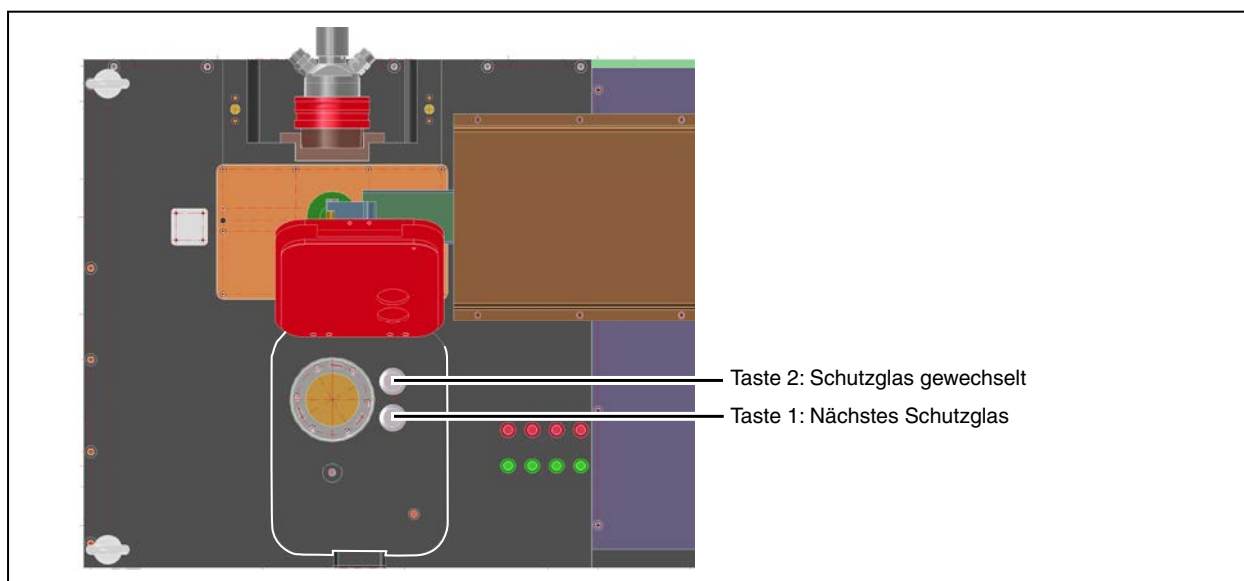

Abb.13.3: Funktionstasten des Schutzglaswechslers
2. Drücken Sie bei Bedarf die Taste 1 „Nächstes Schutzglas“ (siehe Abb.13.3), bis das gewünschte Schutzglas positioniert ist (die entsprechende LED blinkt schnell).